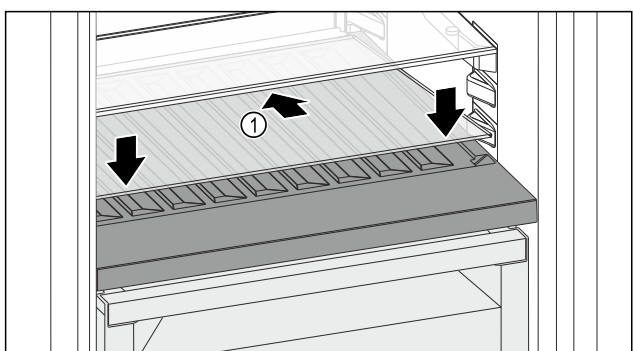

Fig. 144
- Skleněnou desku Fig. 144 (1) zasuňte šikmo a skloněnou dozadu dolů.
- Skleněnou desku Fig. 144 (1) vpředu spusťte dolů.